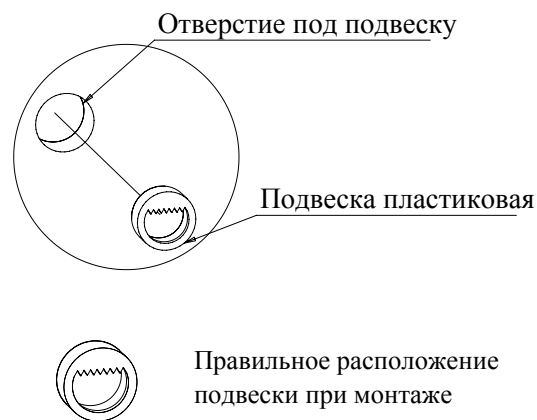

Рис.1
1. Соедините детали 3 с деталями 1 и 2 при помощи шурупов 4x30 (Рис.1).
2. Установите подвески пластиковые (Рис. 1).
Важно: установите подвеску пластиковую таким образом, чтобы площадка с зубчатой опорой была строго вверх (Рис. 1). Такое расположение подвески обеспечит легкое выполнение монтажа изделия на стене и его регулировки.